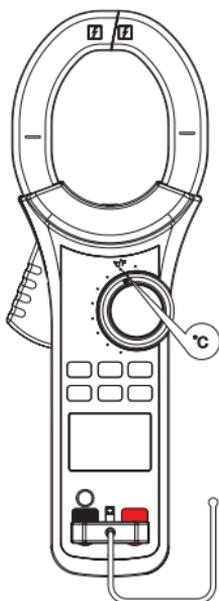

Рис. 10 Измерение температуры
7.8 Измерение температуры (рис.10)
2. Подключите к прибору термопару типа К (рис. 10).